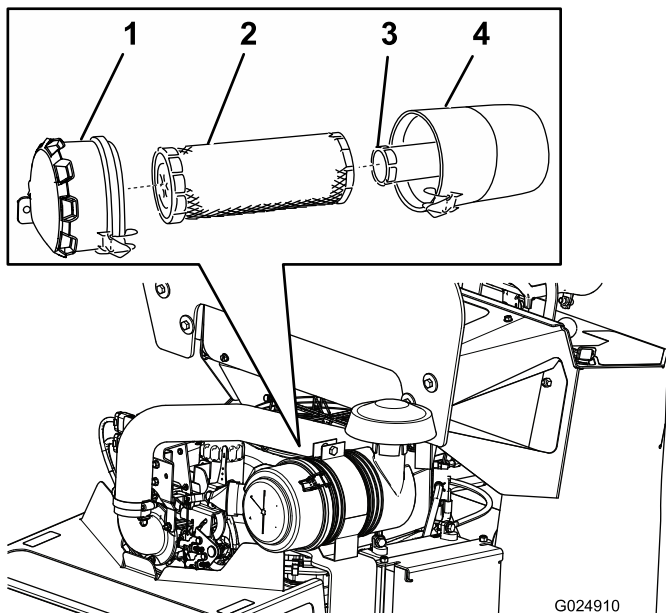

Bild 29
3. Lösen Sie die Riegel am Luftfilter und ziehen Sie die Abdeckung vom Luftfiltergehäuse ab (Bild 29).
5. Schieben Sie den Hauptfilter vorsichtig aus dem Luftfiltergehäuse heraus (Bild 29).
2. Wenn Sie den inneren Filter austauschen, schieben Sie ihn vorsichtig in das Filtergehäuse (Bild 29).
3. Schieben Sie den Hauptfilter vorsichtig auf den inneren Filter (Bild 29).
4. Schieben Sie die Abdeckung auf das Luftfiltergehäuse und befestigen Sie sie mit den Nasen (Bild 29).